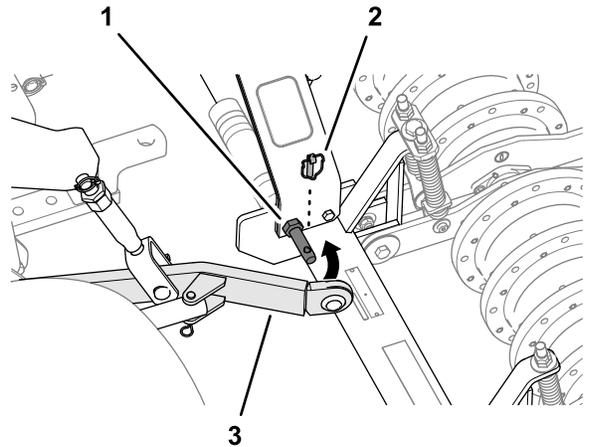

図 17
4. トラクションユニットの下リンクアームがエアレータの昇降アームのピンと整列するようにエアレータをセットする図 17。
5. 下リンクアームを昇降アームに合わせ、アームをリンチピンで固定する図 17。